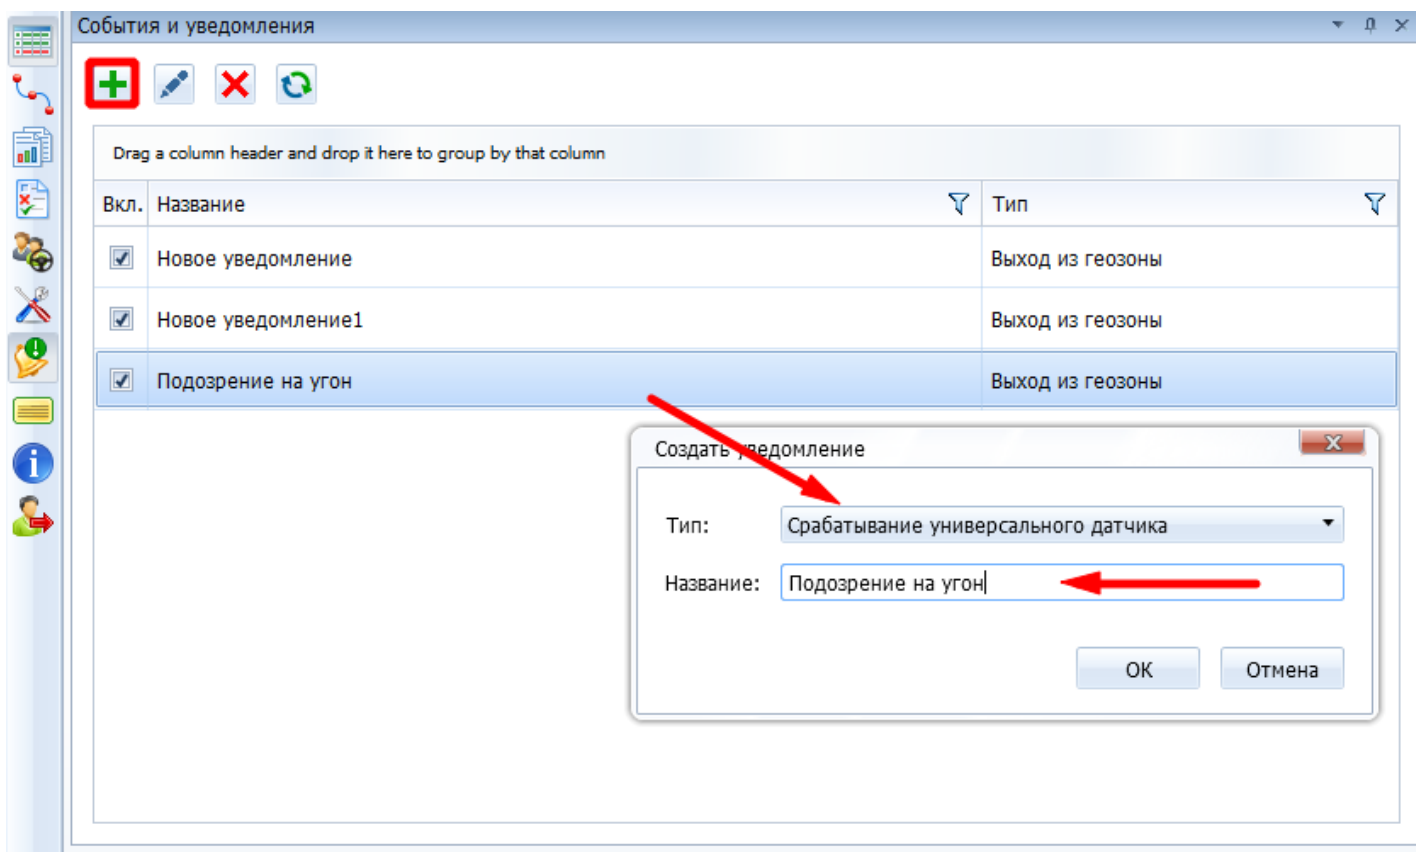

Рисунок 6 – Создание уведомления о запуске двигателя
- во вкладке «События и уведомления» создать новое уведомление, выбрав тип «Срабатывание универсального датчика» и указать название (**Рисунок 6**);